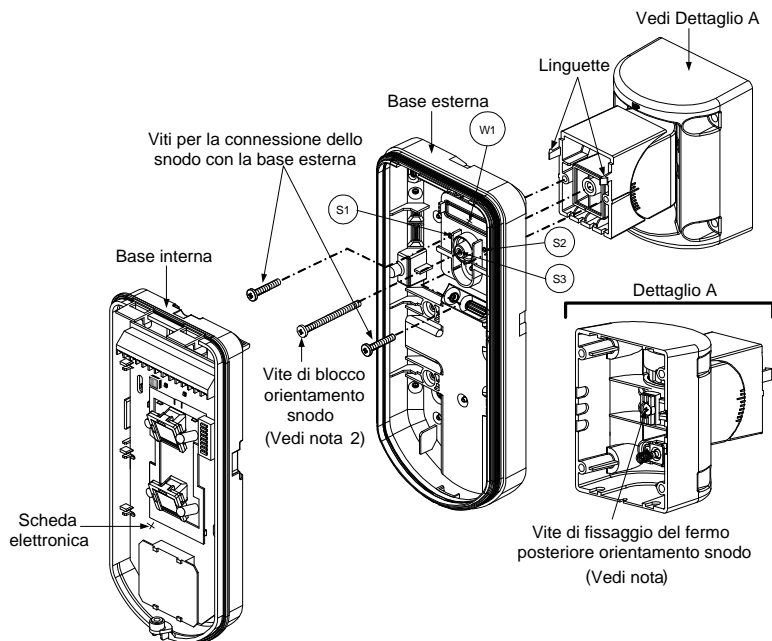

Figura 7
La molla del tamper S5 (Figura 7) deve essere a contatto della parete tramite gli appositi fori M2 o M3 del CSMA. Assicurarsi di sentire il "Click" dell'interruttore tamper fissando il dispositivo alla parete.
- Inserire i cavi del tamper e i cavi esterni che arrivano dallo snodo standard facendoli passare tramite la predisposizione W1 della base esterna (Figura 7, Dettaglio B).
- Unire la base esterna allo snodo utilizzando le apposite linguette ad incastro (Figura 7).
9. Fissare la base esterna allo snodo con due viti tramite le predisposizioni S1 e S2 (figura 7).
10. Inserire nello snodo standard la vite (fornita) di fissaggio ad angolo facendola passare dalla base esterna attraverso il foro a sfondare S3 (figura 7).
14. Per regolare lo snodo standard quando viene installata la scheda elettronica (figura 7):